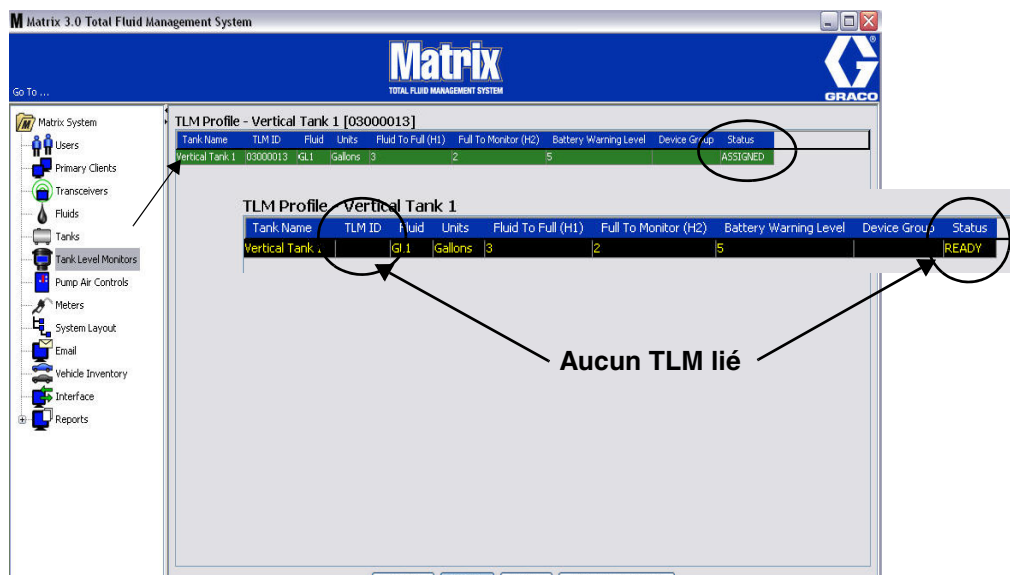

Fig. 109
3. Lorsque tous les champs ont été remplis, cliquez sur le bouton OK au bas de l'écran Ajouter le Profil du TLM. Le profil est ajouté en tête de la liste. « Assigné » (Assigned) dans la colonne Statut (Status) confirme que le profil est complet. « Prêt » (Ready) apparaît dans la colonne Statut lorsque le profil est incomplet. Remarquez que le champ Identification de TLM (TLM ID) à la Fig. 109 est vierge indiquant qu'un TLM n'est pas relié au système Matrix.